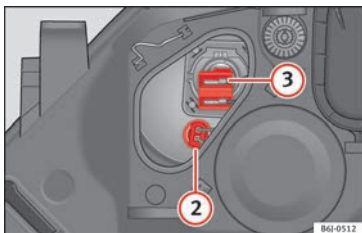

Fig. 98 Luz de posición y luz de carretera.
- Extraiga el conector » fig. 98 (2) tirando hacia afuera.
- Extraiga el conector » fig. 98 (3) tirando hacia afuera.